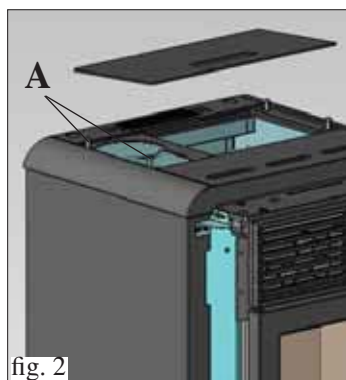

fig. 2
- Desserrer (sur environ 15 mm) les deux vis présentes sur le dessus en fonte situé en dessous du couvercle en tôle (A - fig. 2).